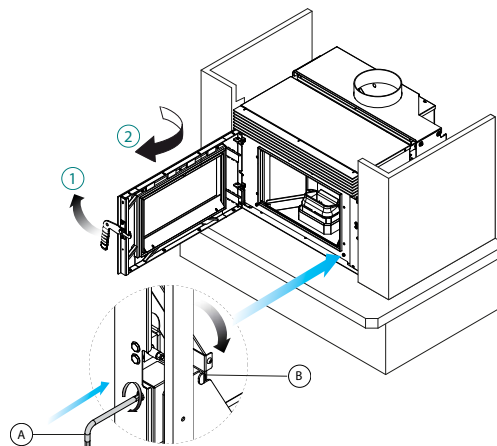

Abb. 6.1.13
- 13) Öffnen Sie die Tür, stecken Sie den Inbusschlüssel (A) in die Anschlagaufnahme; drehen Sie den Verriegelungshebel im Uhrzeigersinn in Position (B), um die Schienen zu verriegeln (Abb. 6.1.13)